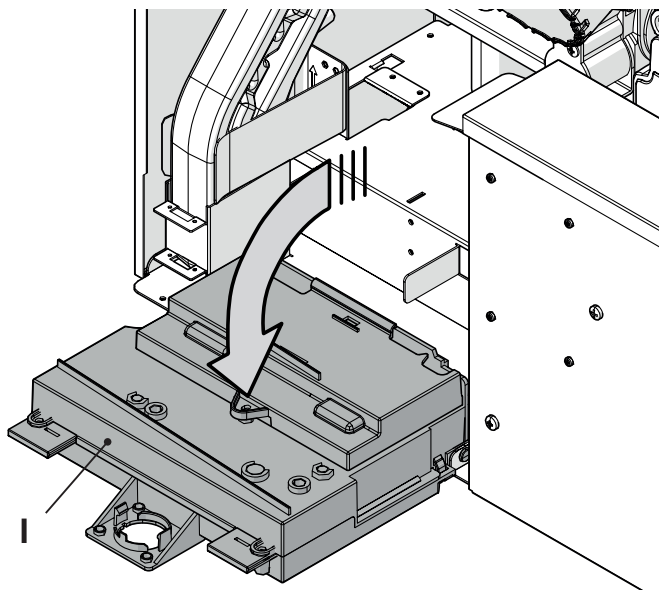

Figura 14.3
- Ruotare il pannello comandi **I**, come illustrato in Figura 14.3, per poter accedere